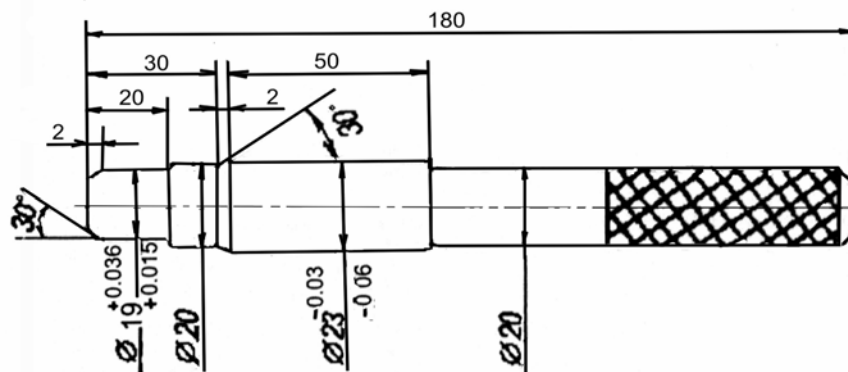

Рис. 9. Оправка для установки ведомого диска.
- при установке необходимо центрировать ведомый диск по отношению к оси коленчатого вала. Для этого в шлицевое отверстие ведомого диска вставить специальную оправку (рис.9) таким образом, чтобы ее конец вошел